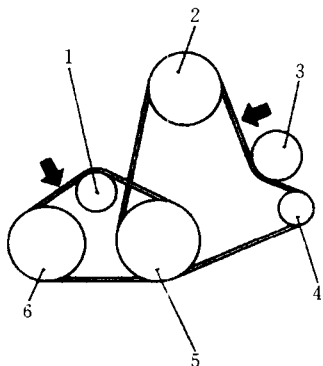
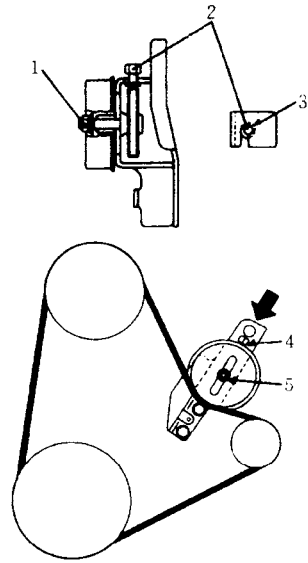

图 36 传动带示意图——钻石车
图 37 发电机和动力转向泵传动带——钻石车 3.0L (6G72) SOHC 发动机
①断开蓄电池负极接线。
②松开空调张紧轮表面的固定螺栓。
③转动空调张紧轮的调整螺栓，松开空调传动带。
④取下空调压缩机传动带。
⑤松开动力转向/发电机表面的固定螺栓。
⑥转动张紧轮调整螺栓，使传动带松弛。
⑦取下动力转向或发电机传动带 (图 36、图 37)。